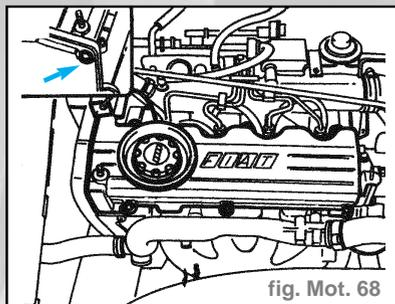

fig. Mot. 68
- Dévisser les vis de fixation du cache-poussoirs et le déposer en prenant soin de débrancher la tubulure de collecte des vapeurs d'huile et d'ôter la vis (voir encadré) fixant le carter de la courroie de distribution au cache-poussoirs. Procéder ensuite au contrôle du jeu des poussoirs (fig. Mot. 68).